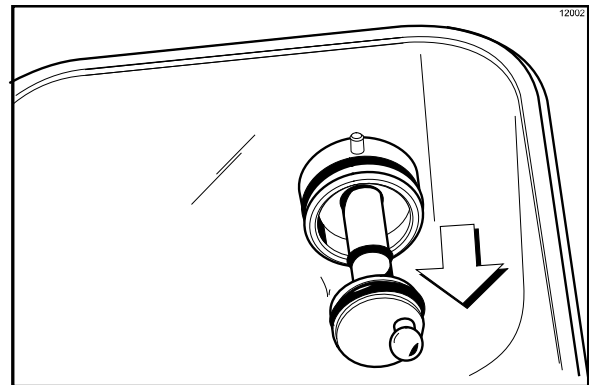

Figure 105
6. Retirer l'arbre d'entraînement de la pompe du moyeu d'entraînement, situé dans la paroi arrière du réservoir à mélange (Cf. Figure 105).